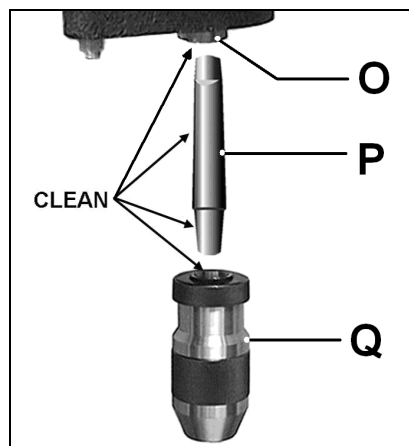

Fig 9
Nettoyer l'arbre (P, Fig 9), le cône de la broche (O) et du mandrin (Q) avec un torchon.